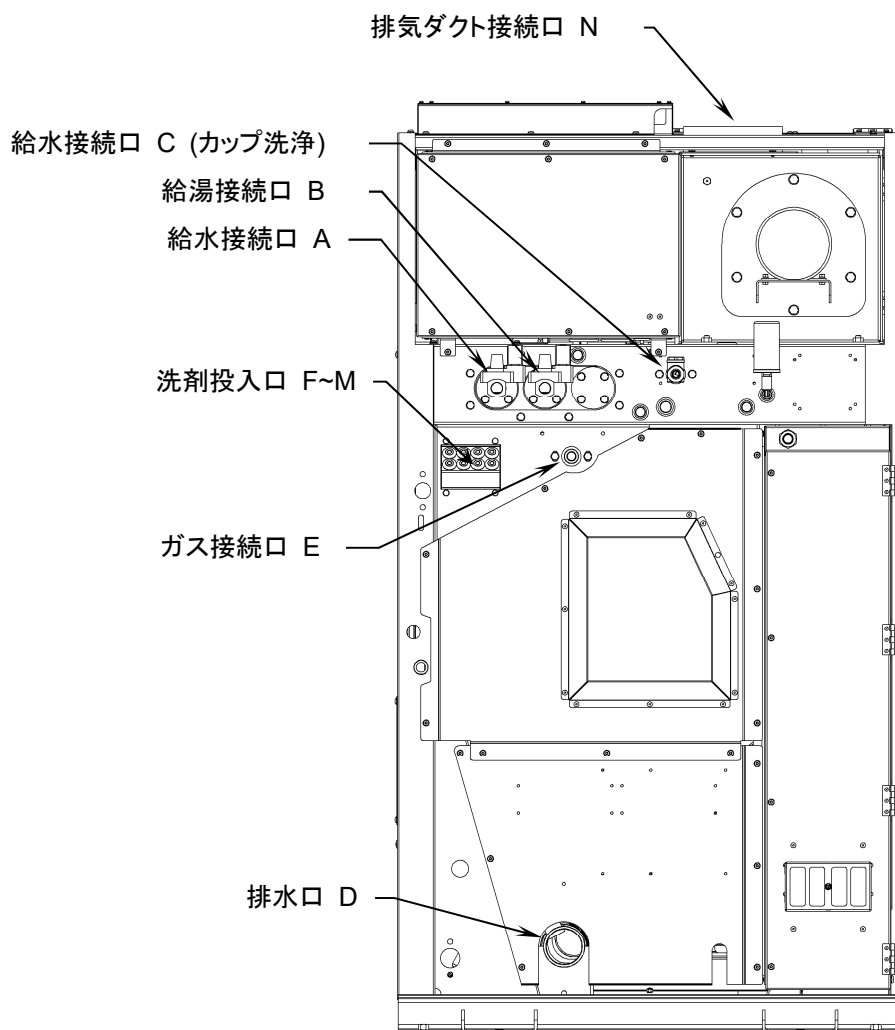

図 5-1
- ・ 給水接続口 A に配管を接続します。(図 5-1)
- ・ 給湯接続口 B に配管を接続します。(図 5-1)
- ・ 給水接続口 C に配管を接続します。(図 5-1)
- ・ 排水口 D に配管を接続します。(図 5-1)
- ・ ガス配管接続口 E に配管を接続します。(図 5-1)
- ・ 投入口 F～M に接続します。(図 5-1)
- ・ 排気ダクト接続口 N にダクトを接続します。機械の排気ダクト径は、外形 198φ です。(図 5-1)